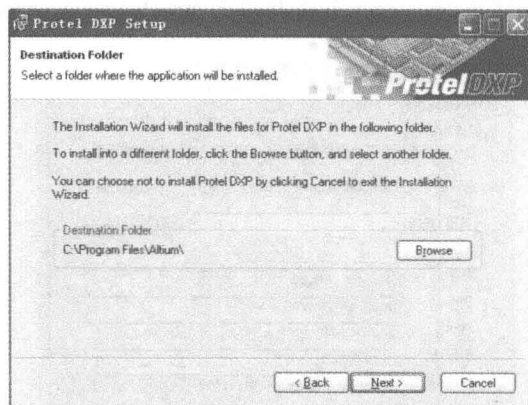

图 1-7 “选择安装路径”对话框
5) 接着弹出如图 1-7 所示的“选择安装路径”对话框,在该对话框中设计者可以选择软件的安装路径。默认的路径为“C: \ Program Files \ Altium \ ”。当然也可将软件安装在其